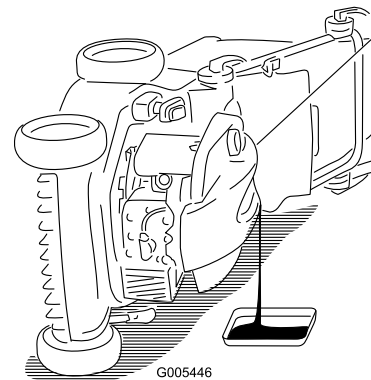

Bild 23
3. Kippen Sie den Rasenmäher seitlich (Luftfilter nach oben), um das Altöl über den Öleinfüllstutzen abzulassen (Bild 23).